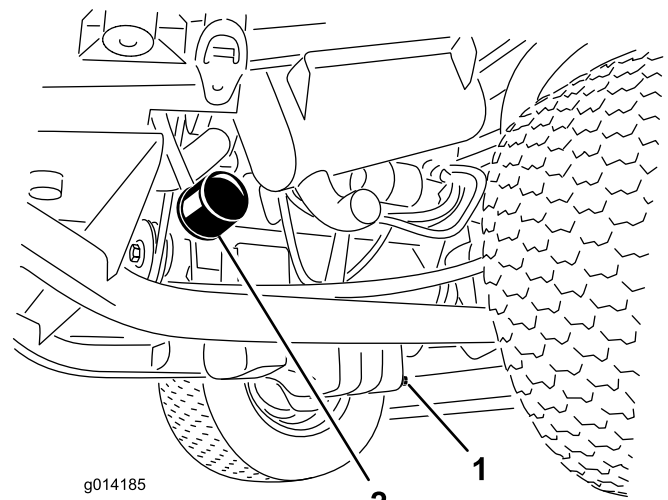

Figura 28
3. Retire o filtro do óleo (Figura 28).
1. Retire o tampão de escoamento (Figura 28) e deixe o óleo escorrer para um recipiente adequado.